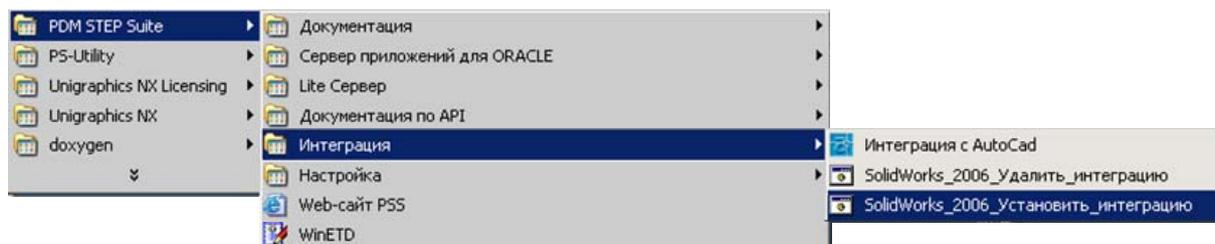

Рис. 1. Установка модуля интеграции.
1. В меню кнопки **Пуск** выберите пункты «Пуск \ Программы \ PDM STEP Suite \ Интеграция \ SolidWorks_2006_Установить интеграцию» (Рис. 1).